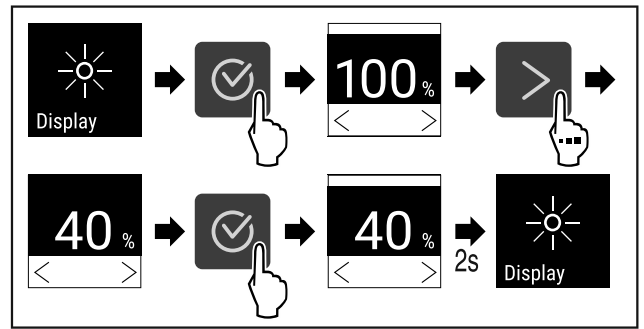

Fig. 101
- ▶ Wykonać czynności (patrz Fig. 101).